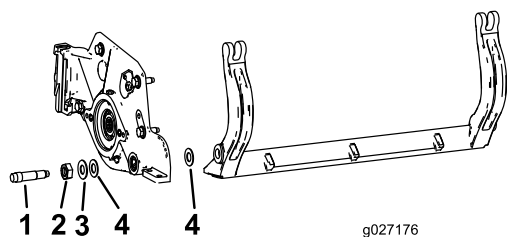

Figure 31
**Remarque:** Mettez de côté 2 rondelles en nylon et 1 rondelle en acier estampé à chaque extrémité de la barre d'appui (Figure 31).
**Remarque:** Placez une rondelle en nylon de chaque côté du bossage de la plaque latérale. Placez une rondelle en acier à l'extérieur des rondelles en nylon extérieures (Figure 31).
**Remarque:** Les rondelles peuvent présenter un espace à l'intérieur (Figure 31).